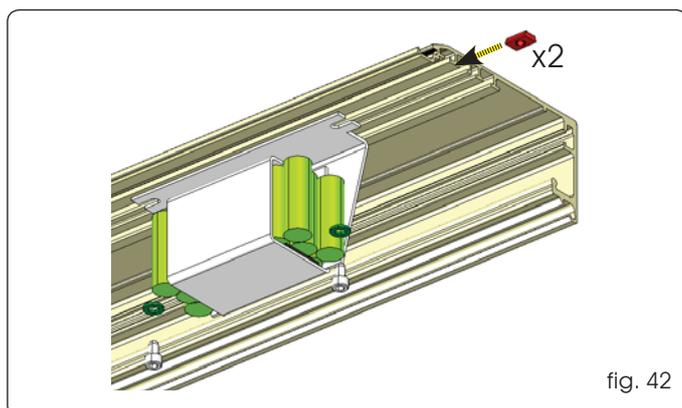

fig. 42
- Inserte dos placas en el perfil de sostén, como se muestra en la fig. 42.